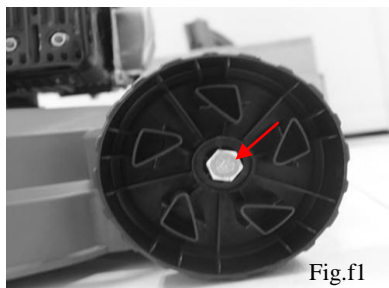

Fig.f1
- 4) Deschideți capacul roții și găsiți direcția pentru a slăbi șurubul de pe roata (Fig.f1).